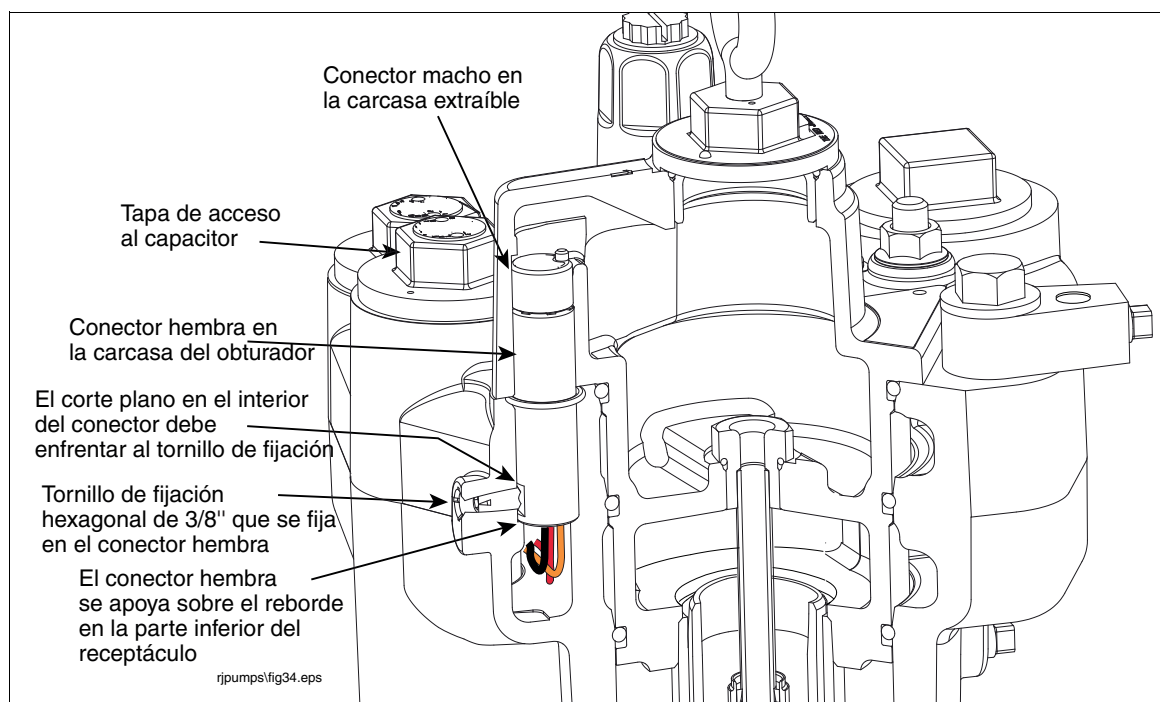

Figura 43. Ubicación del tornillo de fijación del conector hembra
18. Con una llave mecánica hexagonal de 3/16", gire el tornillo de fijación que sujeta al conector hembra en su lugar 1 o 1/2 vueltas aproximadamente hacia la izquierda hasta que pueda sacar el conector (vea la Figura 43).